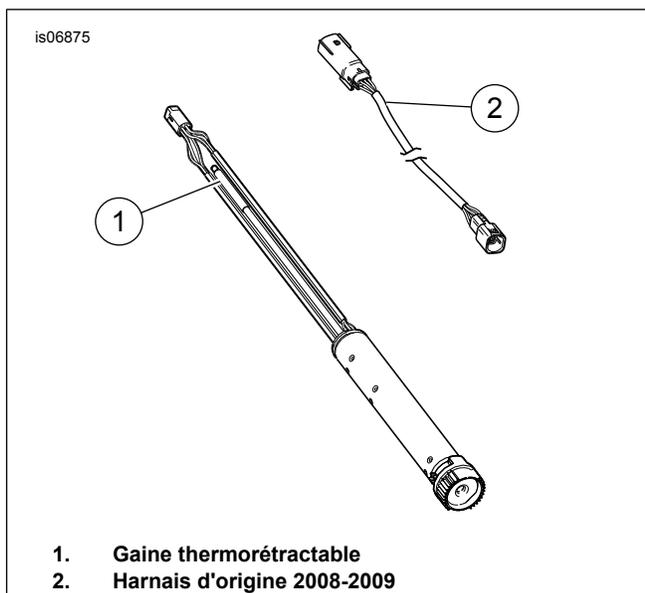

Figure 3. TGS et harnais 2008 et 2009
3. Voir la Figure 3. Débrancher le faisceau de cavalier TGS du TGS et du faisceau principal. Jeter le faisceau de cavalier d'origine (2).